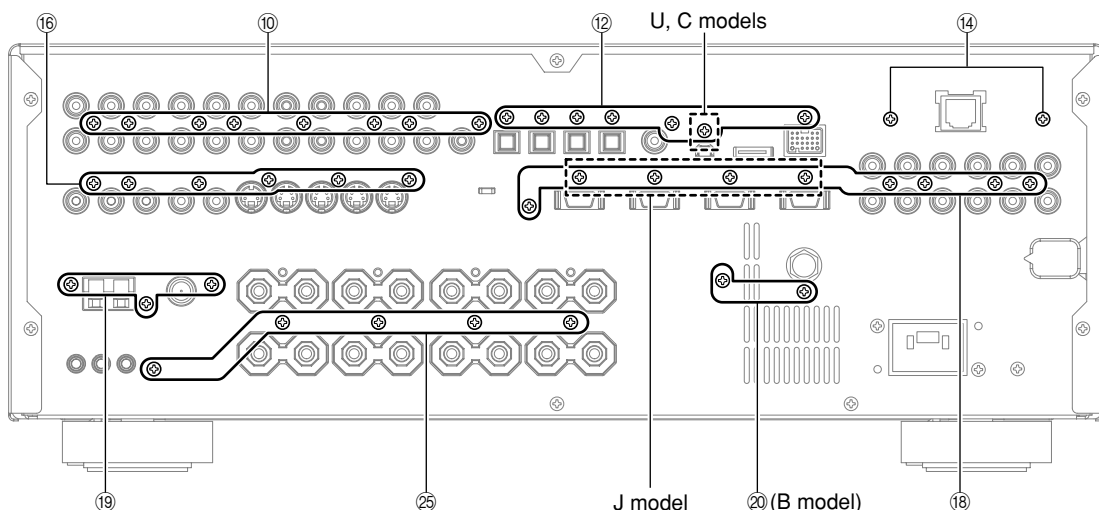

Fig. 4
- b. Remove 5 screws (18). (Fig. 4)
- b. 18のネジ9本を外します。(Fig. 4)
- a. Remove 3 screws (19). (Fig. 4)
- a. 19のネジ3本を外します。(Fig. 4)
- a. Remove 2 screws (20). (Fig. 4)
- c. 25のネジ5本を外します。(Fig. 4)
- c. Remove 5 screws (25). (Fig. 4)